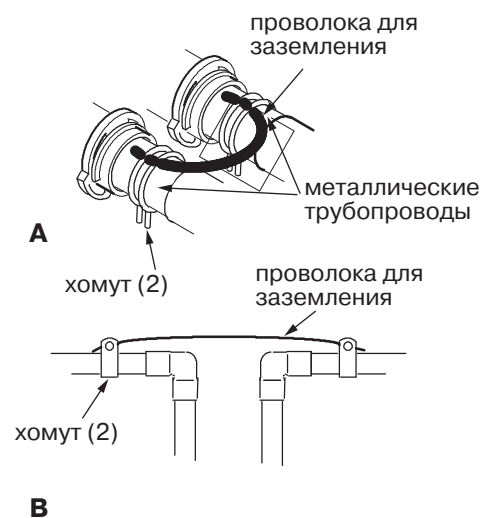

Рис. 6
7. Заземление магистрали (рис. 6)